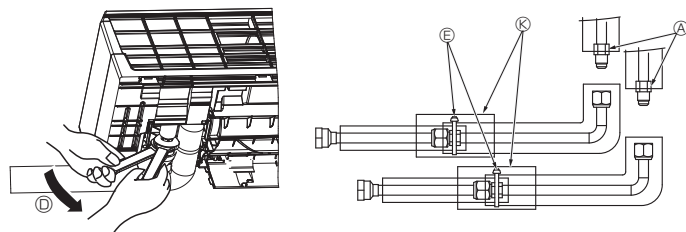

Fig. 3-10
- (5) Orienter le connecteur en forme de L dans le sens de sortie des tuyaux et le serrer à l'aide de deux clés. (Fig. 3-10)